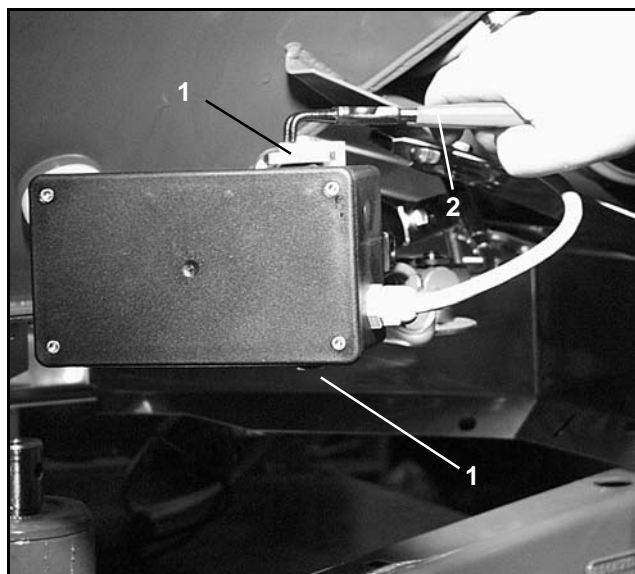

Fig. 5
- Fjern begge sikringsringene (Fig. 5/1) med seegerringtangen (Fig. 5/2).